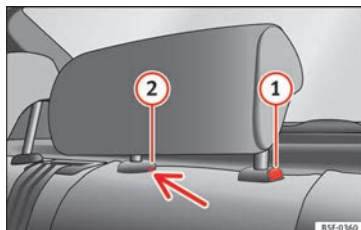

Fig. 144 Encosto de cabeça traseiro central: ponto de desbloqueio.
- Pressione o botão **1** »» **Fig. 144**, apertando ao mesmo tempo pelo orifício do tampão **2** »» **Fig. 144** com uma chave de fendas, com um máximo de 5 mm de largura e retire o encosto de cabeça.